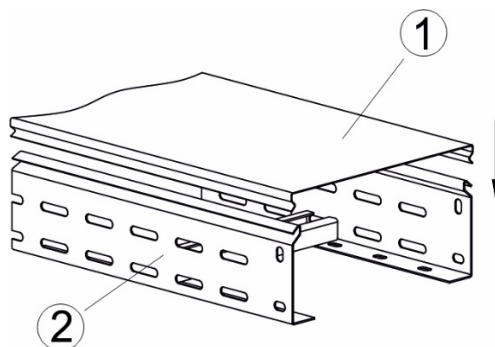

Рисунок 32
7.4.1 Наложить сверху крышку позиция 1 (рисунок 32) на лоток позиция 2.